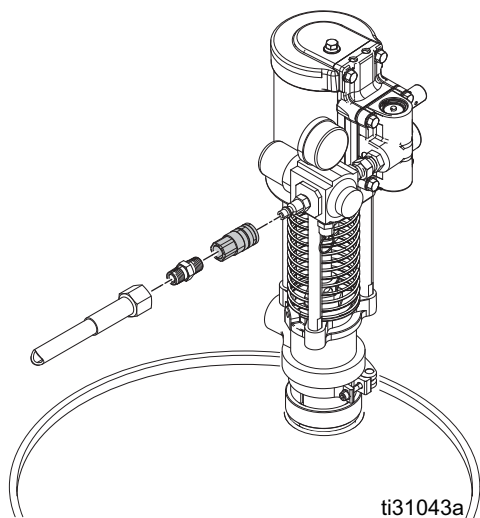

Рис. 9
5. Установите линию подачи воздуха (мин. внутренний диаметр 76 мм (3/8 дюйма)) с входящей в комплект быстроразъемной пневматической муфтой. См. Рис. 9.